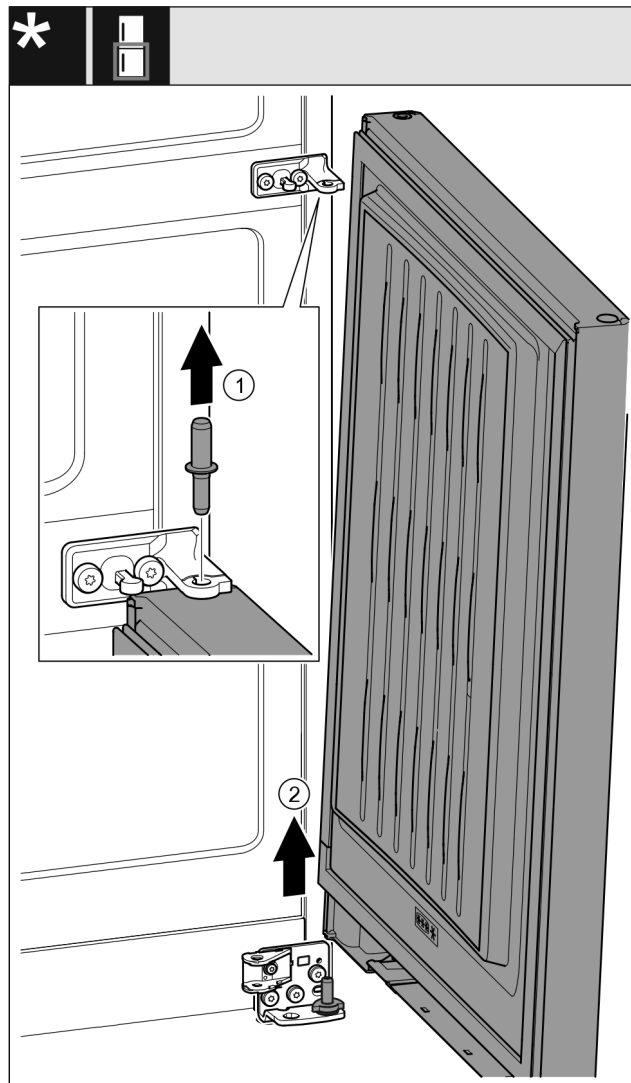

Fig. 32 Záráscsillapítóval*
- ▶ Húzza ki felfelé a csapszeget Fig. 32 (1).*
- ▶ Fordítsa ki az ajtót Fig. 32 (2), húzza fel, és tegye félre.*